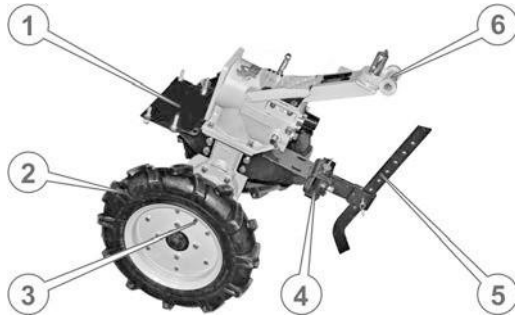

Рисунок. 5.2 – Редуктор у зборі
7. Поставити центральний вузол на колеса, утримуючи його від падіння вперед або назад. Встановити в причіпну цапфу регулятор глибини обробки ґрунту, зафіксувати його пальцем і шплінтом, підняти регулятор у крайнє верхнє положення й опертися на нього мотоблок, який Ви складаєте (див. рис. 5.2).